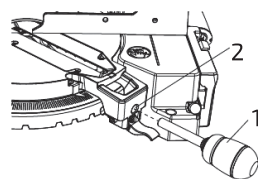

Рис. 2
Закрутить рукоятку поворота (1) в отверстие, расположенное в передней части поворотного стола (рис. 2).